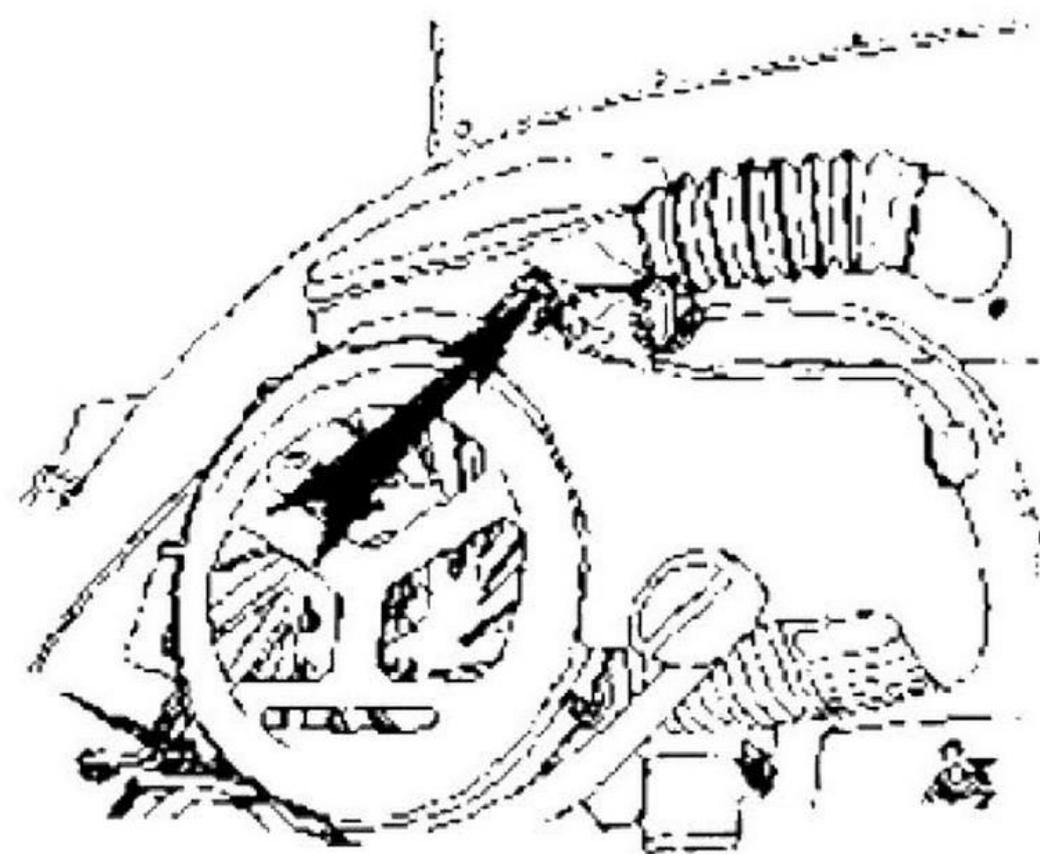

fig. 13 - Vite fissaggio depuratore
1) - Pulire il depuratore aria. Per far ciò occorre distaccare il manicotto di gomma dal lato del gomito, fissato alla scocca e smontare il depuratore dal carburatore allentando la vite del collare (vedi fig. 13). Smontare il coperchio del depuratore svitando le tre viti di fissaggio e lavare il tutto in un bagno di benzina-olio al 30%.